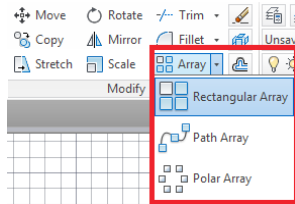

Рис. 39 Функция Array (Массив)
- Функция **Array (Массив)** позволяет размножить объект. Для этого необходимо выделить нужный объект и нажать кнопку **Array (Массив)**. В выпадающем меню можно выбрать тип массива: **Rectangular Array (Прямоугольный массив)**, **Path Array (Массив с указанием пути)**, **Polar array (Круговой массив)** (Рис. 39).